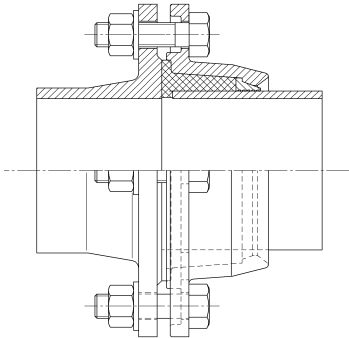

fig.3
- 4 - Montare la bulloneria prevista (non fornita)(fig.3) e procedere ad un serraggio a croce.